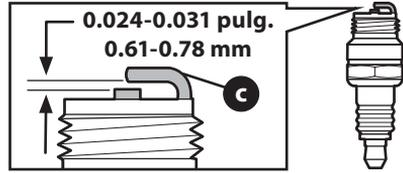

Figura 17
3. Mida la separación de bujía con un calibrador. Corrija de ser necesario torciendo el electrodo lateral (c) (Figura 17). La separación debe establecerse en 0.024 - 0.031 pulgadas (0.61 - 0.78 mm).